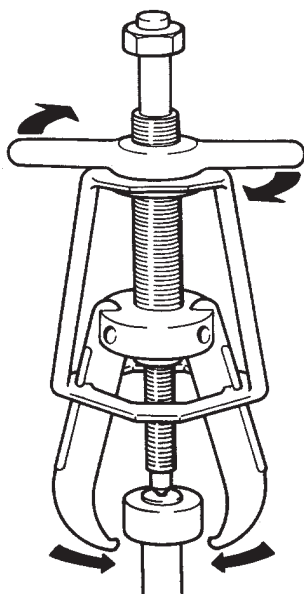

Figure 3
5. Tourner la poignée en T vers la droite pour serrer les mâchoires fermement sur la pièce. (Voir la figure 3.)
- Placer l'extracteur sur la pièce à tirer. (Voir la figure 3.) Lorsque seule la bague de roulement intérieure reste sur l'arbre, nettoyer ce dernier à la toile émeri et engager les mâchoires dans la gorge des billes.